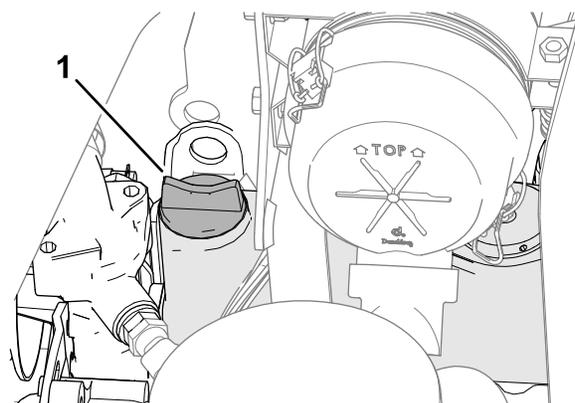

Figura 73
5. Se o nível do óleo for baixo, retire a tampa de enchimento (Figura 73) e adicione gradualmente pequenas quantidades de óleo, verificando constantemente o nível, até que este alcance a marca Cheio na vareta.